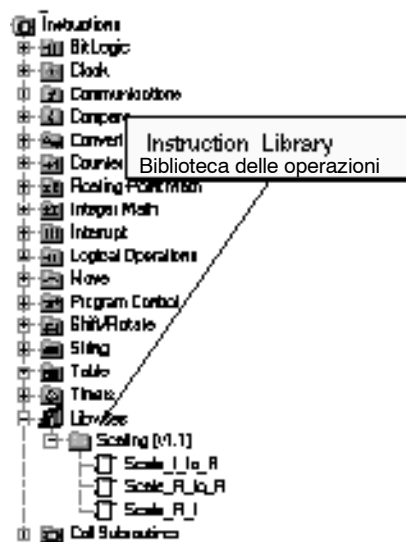

Figura 5-11 Albero delle operazioni e biblioteche
STEP 7-Micro/WIN consente di creare una propria biblioteca di operazioni o di riutilizzare una biblioteca creata da un altro utente (vedere la figura 5-11).